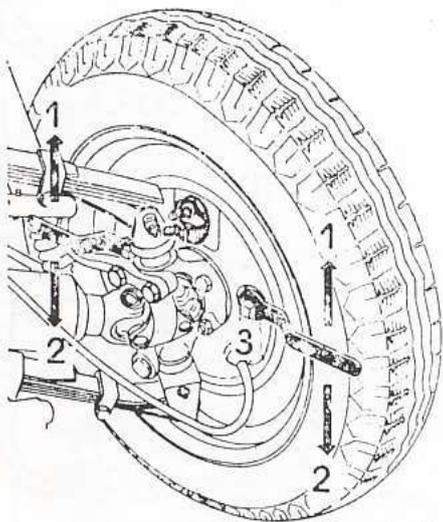

Figure 96. — Réglage des segments de freins avant
- Tourner le carré (3) (fig. 96) de réglage du segment avant sens d'horloge (sens 2) jusqu'à ce que le segment bloque la roue.
- Desserrer lentement dans le sens (1) jusqu'à ce que la roue « lèche ».
- La roue doit ensuite tourner librement, sinon desserrer encore légèrement dans le sens (1).
- Procéder de la même façon pour le segment arrière, d'abord sens (2) ensuite sens (1).